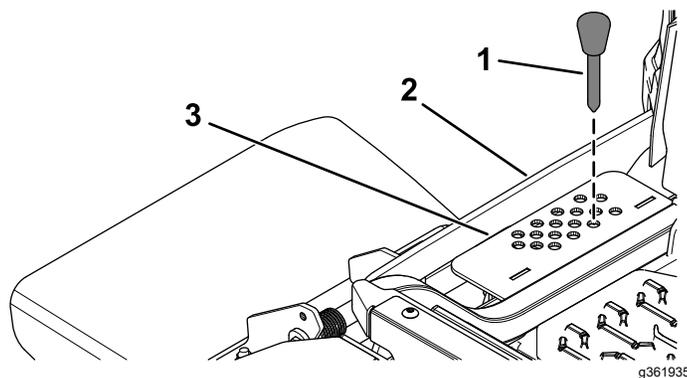

Figura 24
2. Nella staffa dell'altezza di taglio scegliete un foro corrispondente all'altezza richiesta, ed inserite la spina (Figura 24).
3. Premete in giù l'interruttore di sollevamento del piatto sinché il tirante dell'altezza di taglio non entra in contatto leggermente con il perno dell'altezza di taglio (Figura 24).